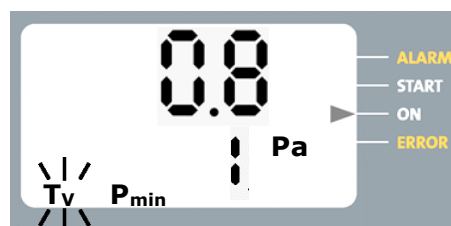

Abb. 14: Verzögerungszeit aktiv
1. Unterschreitet der gemessene Differenzdruck den eingestellten Differenzdruckgrenzwert (P_{min}) blinkt das Zeichen „ T_v “ (Abb. 14).